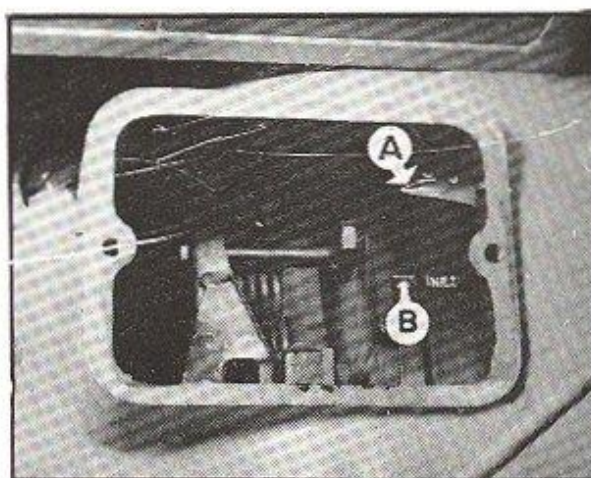

Fig. 28. — Repérage du point d'injection sur le volant moteur.
11° Calage de la pompe à injection (fig. 28 et 29) :
- 4° Faire tourner le vilebriquin moteur, jusqu'à ce que le repère « FINE INIEZ » (rep. B, fig. 28), gravé sur le volant, corresponde exactement avec l'index fixe (rep. A, fig. 28) (ce repère est situé 5° avant le point mort haut).
- 7° Contrôler si, à ce moment, le repère « FINE INIEZ », gravé sur le volant, coïncide avec l'index fixe A (fig. 28).